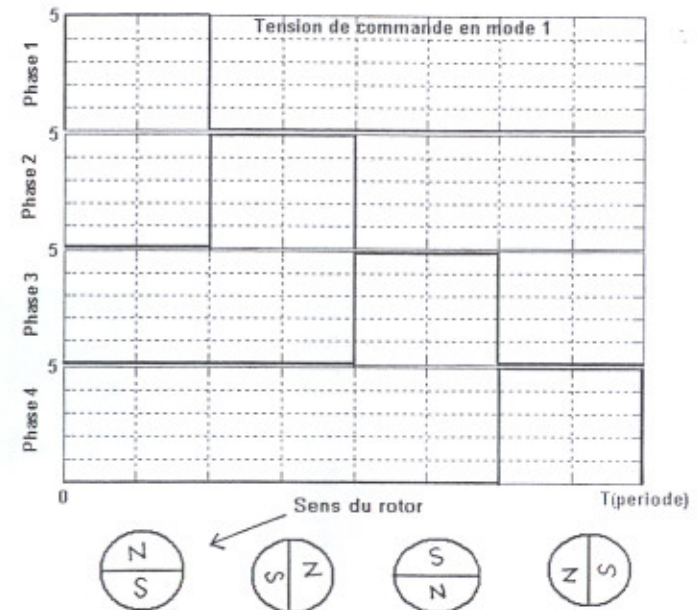

Figure 6a
**Mode 1** : Alimentation d'une seule phase à la fois (par exemple on alimente la phase 1 le pôle nord du rotor se place en face de la phase 1, puis on alimente la phase 2 ,le pôle nord du rotor se place cette fois en face de la phase 2 etc ....) , on obtient alors Un déplacement angulaire  $\theta$  du rotor ;  $\theta$  est appelé «pas» du moteur ( voir figure 6a ) .